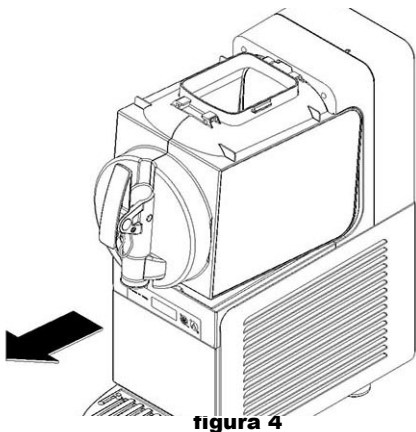

**figura 3**
**2** Desmonte el recipiente, empujando ligeramente su parte inferior (lado del grifo) hacia arriba, para liberarlo de los enganches inferiores (ver figura 3), y extrayéndolo luego por delante